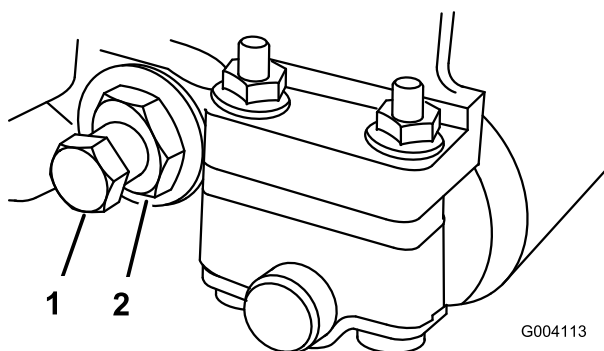
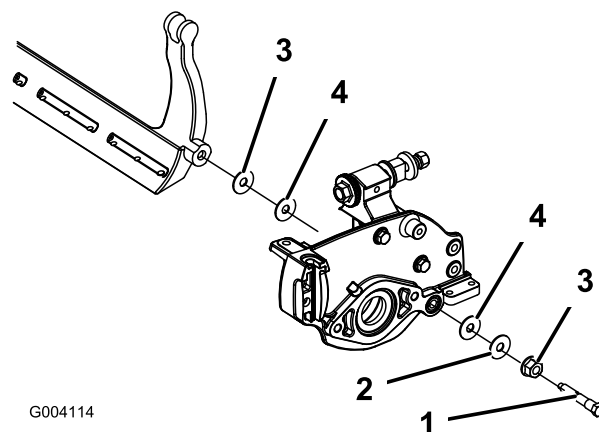

Figura 20
Figura 21
3. En cada lado de la máquina, afloje la contratuerca que fija el perno de la barra de asiento (Figura 20).
4. Retire todos los pernos de la barra de asiento, para poder tirar de la barra hacia abajo y retirarla de la máquina (Figura 20). Guarde las 2 arandelas de nylon y la arandela de acero troquelado de cada extremo de la barra de asiento (Figura 21).
2. Fije la barra de asiento a cada chapa lateral con los pernos de la barra (con tuercas en los pernos) y las 6 arandelas. Debe colocarse una arandela de nylon en cada lado del saliente de la chapa lateral. Coloque una arandela de acero por fuera de cada arandela de nylon (Figura 21). Apriete los pernos de la barra de asiento a 27-36 N-m. Apriete las contratuercas hasta que la arandela de acero exterior deje de girar, y la holgura quede eliminada, pero no apriete demasiado ni desvíe las chapas laterales. Las arandelas del interior pueden tener cierta holgura.